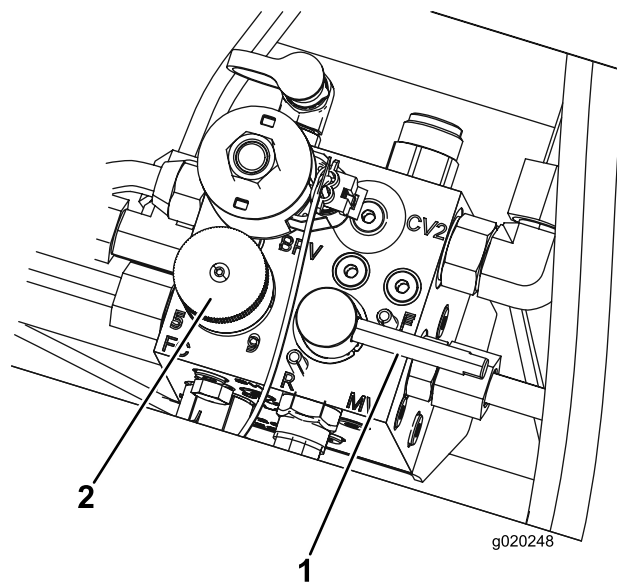

Figure 97
5. Tournez le bouton de commande de vitesse des cylindres à la position 1 (Figure 97).
6. Tournez le levier de rodage à la position R (rodage) (Figure 97).